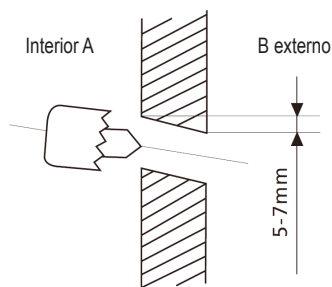

fig. 11 -
5. Efectuar un orificio de $\varnothing 65$ mm (o $\varnothing 90$ mm según el modelo) en la pared ("fig. 11 -"), levemente descendente hacia el exterior, iniciando la perforación por un lado del muro (A) y terminando por el otro lado (B), para evitar roturas anómalas de éste.